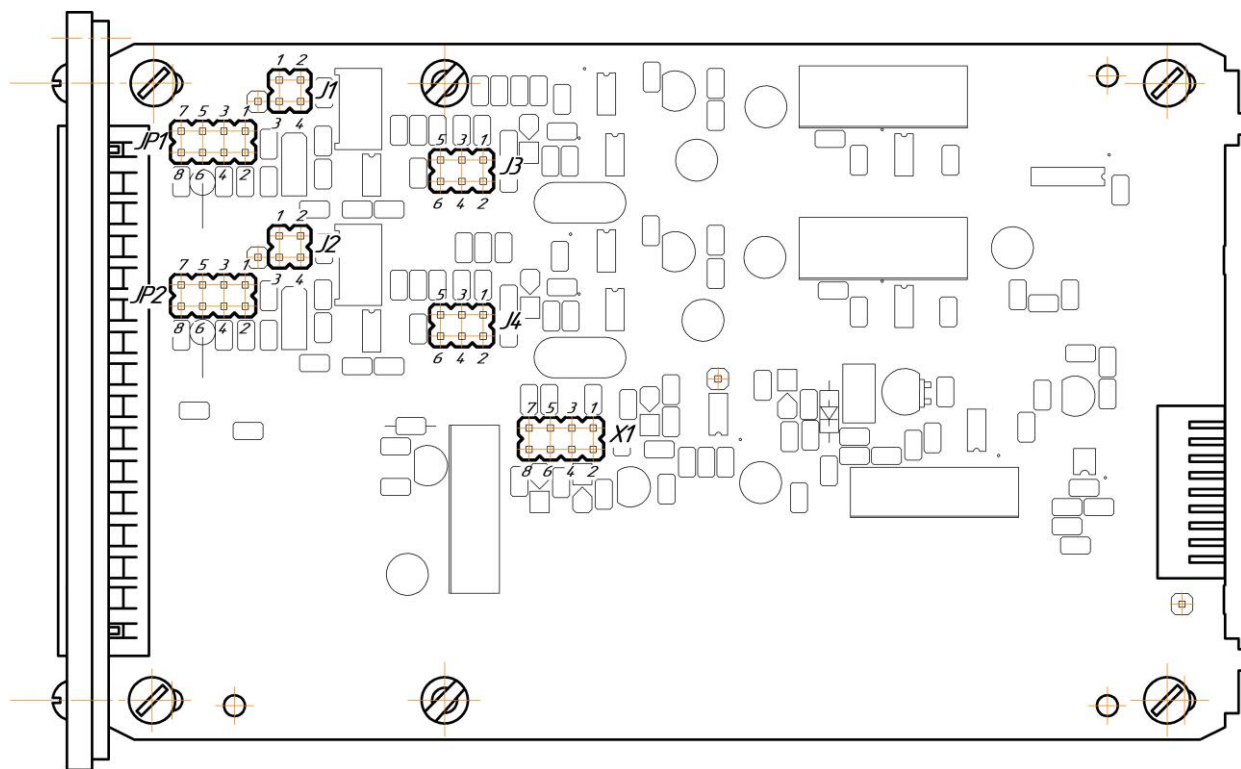

Рисунок 4.4 – Положение перемычек на модуле универсальных входов (корпус индикатора снят)
- установить положение переключателей на модуле универсальных входов в положение согласно выбранному типу входного сигнала (таблица 4.2, рисунок 4.4).
Диапазон изменения выходного аналогового сигнала АО устанавливается перемычками X1 (см. рисунок 4.4) на модуле универсальных входов/выходов. Типы выходного сигнала и соответствующие положения перемычек приведены в таблице 4.3.